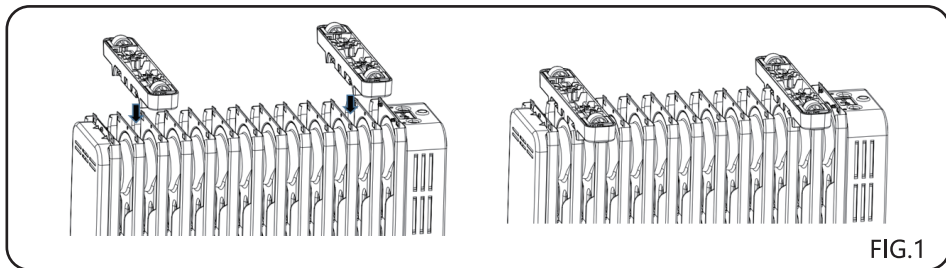

FIG.1
- ① **WARNING:** Do not operate the appliance without the feet attached. Only operate the heater when it is in an upright position (feet on the bottom, controls on the top). Operating the heater when it is in any other position could create a hazard.
- ② Make sure the radiator is turned off and unplugged.
- ③ Turn the body upside-down and make sure it is stable and will not fall.
- ④ Align the mounting buckles of the caster components with the holes on the radiator. Press in the direction of the arrow. The buckle on the caster will drop into the hole on the radiator.(FIG.1)
- ① **ATENCIÓN:** No ponga en marcha el aparato sin haber colocado el soporte. Utilice el aparato únicamente en posición vertical (ruedas en la parte inferior, mandos en la parte superior). El funcionamiento del aparato en cualquier otra posición puede ser peligroso.
- ② Asegúrese de que el aparato está apagado y desenchufado.
- ③ Ponga el cuerpo boca abajo y asegúrese de que está estable y no se pueda caer.
- ④ Alinee los anclajes de montaje de los componentes de las ruedas con los orificios del radiador. Presione en la dirección de la flecha. El anclaje de la rueda giratoria debe coincidir con agujero del radiador.(FIG.1)
- ⑤ Instale el conjunto de las ruedas giratorias firmemente antes de utilizar el radiador. Coloque el aparato en posición vertical con las ruedas en el suelo.